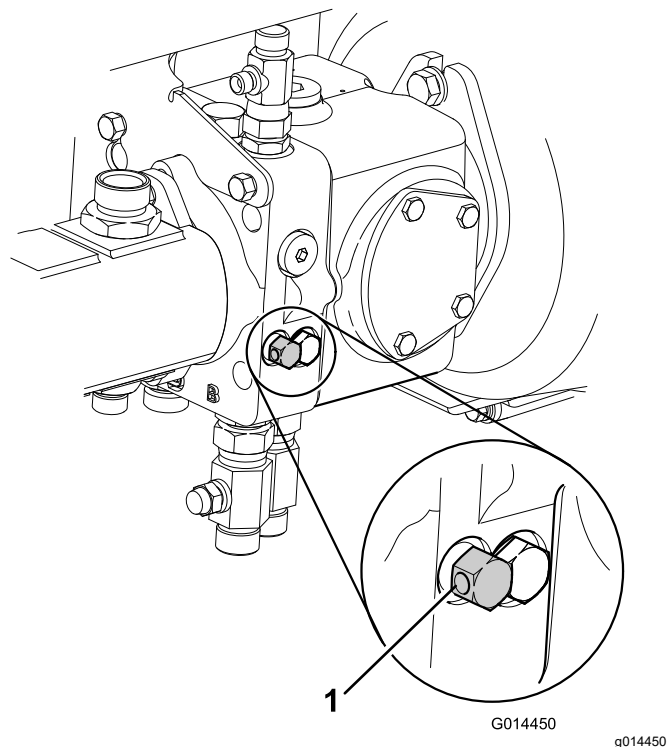

Figura 47
3. Cierre la válvula de desvío de la bomba de la transmisión (Figura 47) girándola en sentido horario.